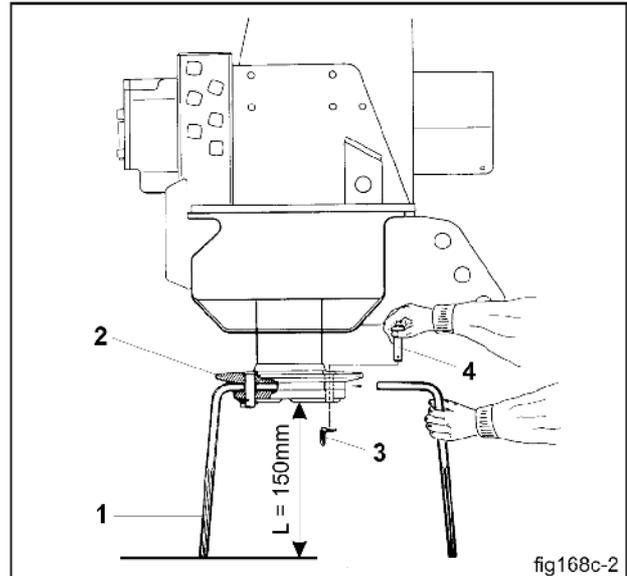

Fig. 121
Die Bodenbearbeitungszinken (Fig. 121/1) sind in den Taschen der Werkzeugträger (Fig. 121/2) befestigt.
- Klappstecker (Fig. 121/3) aus dem Bolzen (Fig. 121/4) herausziehen.
- Bolzen (Fig. 121/4) nach oben aus dem Werkzeugträger heraus schlagen.